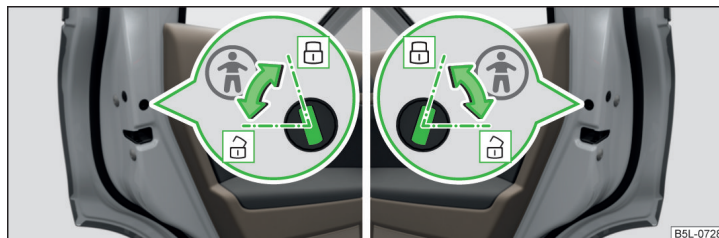

Fig. 34 Puerta posterior: Conectar/desconectar el seguro para niños
- Para **encender**, girar el fusible con la llave del vehículo en la posición  » fig. 34.